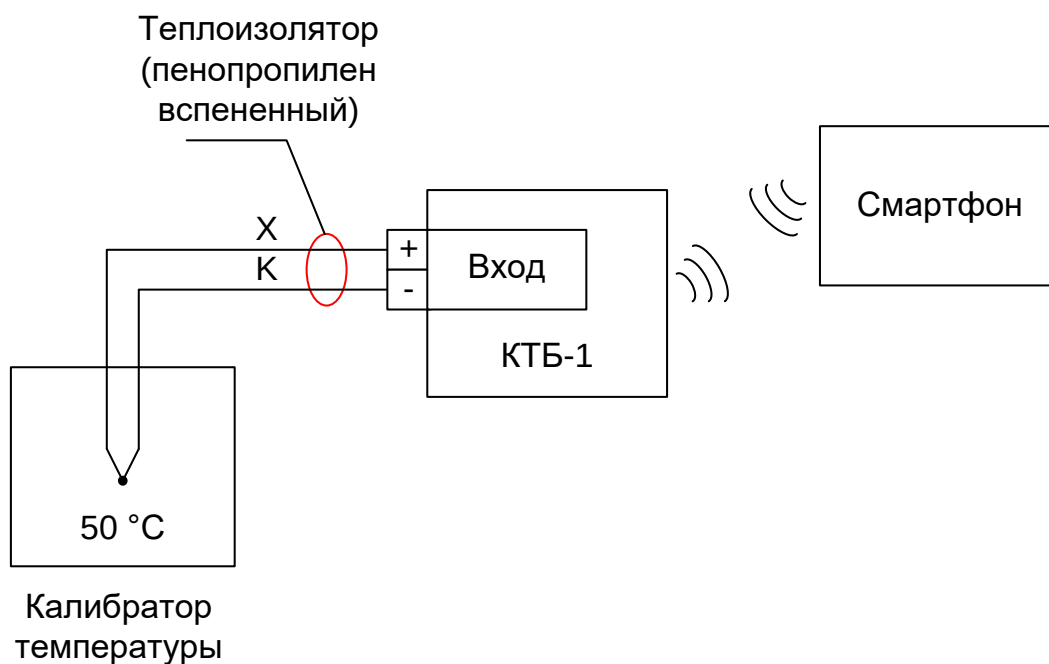

Рисунок 2 – Поверка КТБ-1 с использованием калибратора температуры
Включение переключателя «Включить компенсацию температуры ХС» позволяет проводить проверку метрологических характеристик прибора при непосредственном подключении термопары и использовании калибратора температуры (рис. 2) или с использованием компенсационных проводов с рабочей НСХ ХК (L), термостата нулевого (0 °С) и калибратора напряжения (рис. 3).